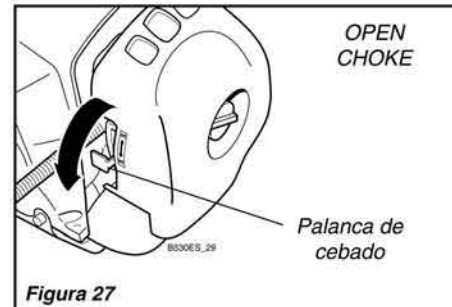

Figura 27
1. Mueva la palanca de cebado hacia abajo hasta donde dice “open choke.” Consulte la figura 27.